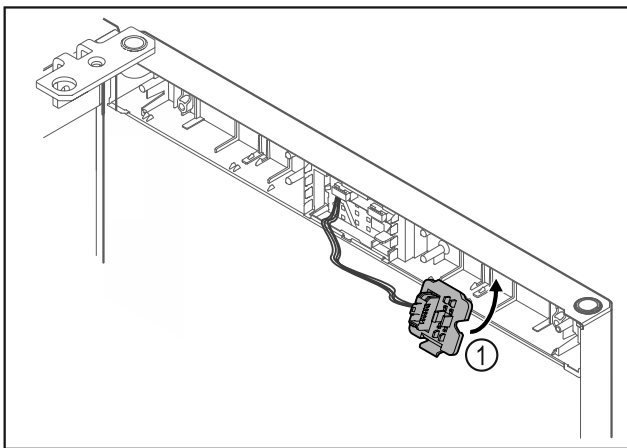

Fig. 19
- ▶ Κουμπώστε το στήριγμα του φιν Fig. 19 (1) στην απέναντι πλευρά.